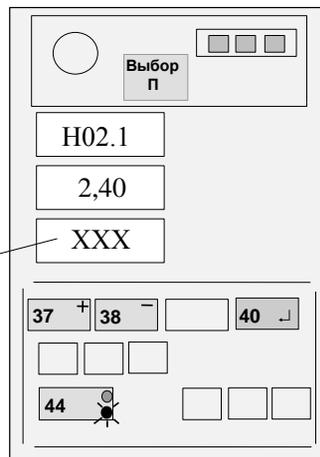

Рисунок 14
Нажать на время 1 с кнопку "┘" (40) и, проконтролировав короткий звуковой сигнал, отпустить кнопку (см. рисунок 14).